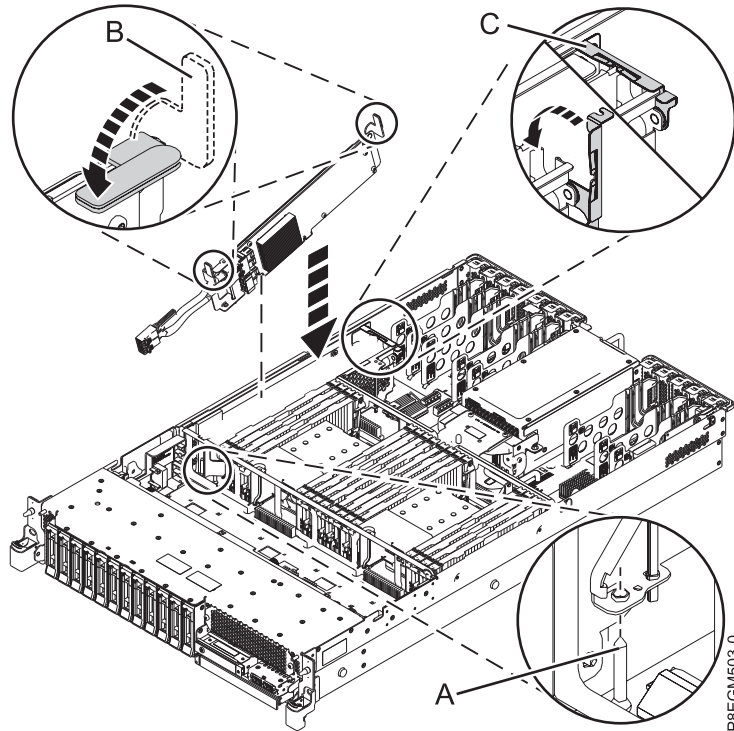

Figure 4. Remise en place de la carte PCIe3 x8 SAS RAID interne 6 Gbits dans l'emplacement P1-C14
10. Terminez l'installation de la carte PCIe3 x8 SAS RAID interne 6 Gbits en l'insérant complètement dans son emplacement. Assurez-vous que la carte est installée sur la broche de détrompage (**A**). Appuyez au centre du bord supérieur de la carte pour l'installer correctement dans le connecteur du fond de panier du système, comme illustré dans la figure 4, à la page 5.
11. Appuyez sur les poignées bleues (**B**) dans la direction illustrée à la figure 4, à la page 5.
12. Appuyez sur le crochet de fixation du câble (**C**) dans la direction illustrée à la figure 4, à la page 5.